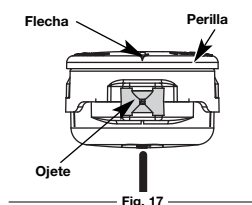

Fig. 17
2. Utilizando una línea de reemplazo de 10.5 pies (3.2 m). Empuje un extremo de la línea a través de uno de los ojete hasta que salga por el lado opuesto. Continúe empujando o tirando de la línea hasta que la línea quede distribuida uniformemente, de manera que se vea aproximadamente 5 pies (1.5 m) desde ambos lados del cabezal de corte (Fig. 17)